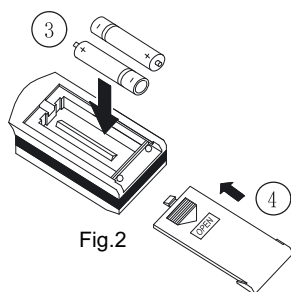

Fig. 2
- 2 Extraiga las pilas usadas e introduzca dos pilas alcalinas tipo AAA (ver imagen 2).